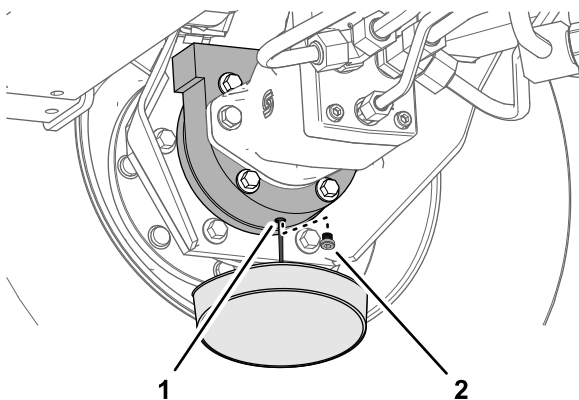

Figure 103
6. Placez un bac de vidage sous le carter de frein, enlevez le bouchon de vidange et vidangez toute l'huile (Figure 103).